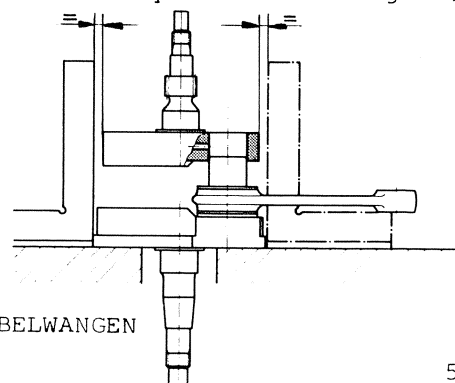

Fig. 48
- Rechte Kurbelwellenwange (kurzer Stummel mit Verzahnung) leicht auf den Kurbelzapfen aufstecken und mittels Winkel so gut als möglich zentrieren (siehe Fig. 48).
- Engager légèrement le voile côté distribution (queue courte avec pignon) sur le maneton en le centrant aussi bien que possible au moyen d'une équerre (voir fig. 48).